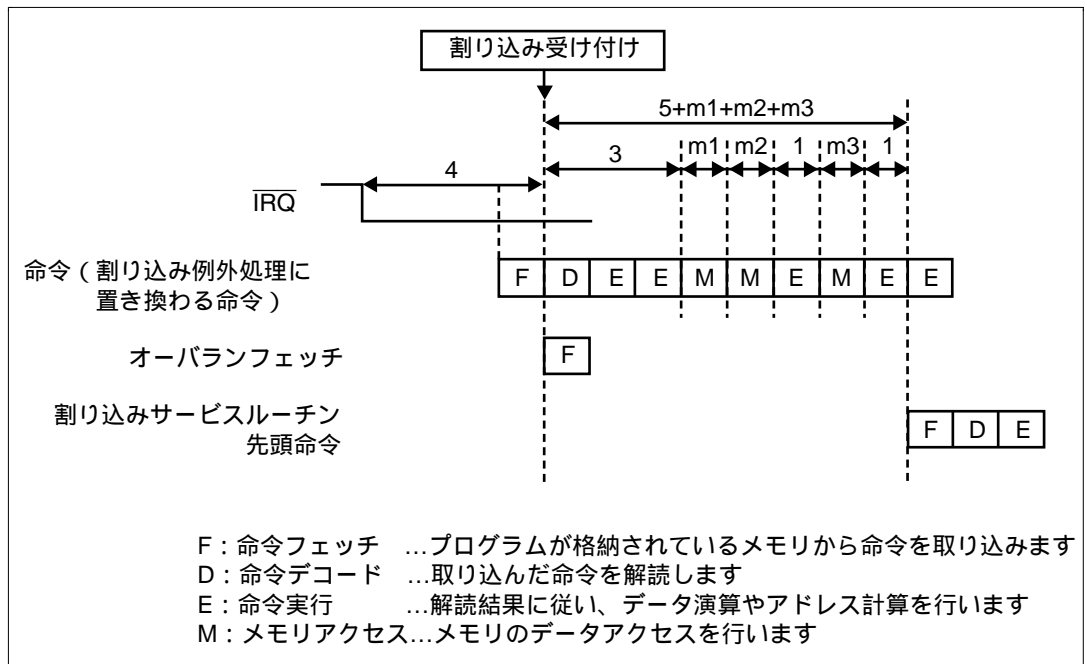

図 6.4 IRQ 割り込みを受け付けるときのパイプライン動作例
- (1) 割り込みコントローラに対して、各割り込み要求元から割り込み要求信号が送られます。
- (2) 割り込みコントローラでは、送られた割り込み要求の中から、割り込み優先レベル設定レジスタ A ~ H (IPRA ~ IPRH) に従って最も優先順位の高い割り込みが選択され、それより優先順位の低い割り込みは無視*されます。このとき、同一優先順位に設定された割り込み、または同一モジュール内の割り込みが複数発生した場合は、表 6.3 に示す「デフォルト優先順位」と「IPR 設定単位内の優先順位」に従って、最も優先順位の高い割り込みが選択されます。
- (3) 割り込みコントローラで選択された割り込みの優先レベルと CPU のステータスレジスタ (SR) の割り込みマスクビット (I3 ~ I0) とが比較されます。I3 ~ I0 ビットに設定されているレベルと同じか低い優先レベルの割り込みは無視されます。I3 ~ I0 ビットのレベルより高い優先レベルの割り込みだけが受け付けられ、CPU へ割り込み要求信号が送られます。
- (4) 割り込みコントローラから送られた割り込み要求は、CPU が実行しようとしている命令のデコード時に検出され、その命令の実行が割り込み例外処理に置き換えられます (図 6.4 参照)。
- (5) ステータスレジスタ (SR) とプログラムカウンタ (PC) がスタックに退避されます。
- (6) SR の I3 ~ I0 ビットに、受け付けられた割り込みの優先レベルが書き込まれます。
- (7) 受け付けられた割り込みに対応する例外処理ベクタテーブルから、例外サービスルーチン開始アドレスが取り出され、そのアドレスにジャンプして、プログラムの実行が開始されます。このときのジャンプは遅延分岐ではありません。
割り込み要求が発生してから、割り込み例外処理が行われ、例外サービスルーチンの先頭命令のフェッチが開始されるまでの時間（割り込み応答時間）を表 6.5 に示します。また、IRQ 割り込みを受け付けるときのパイプライン動作例を図 6.4 に示します。